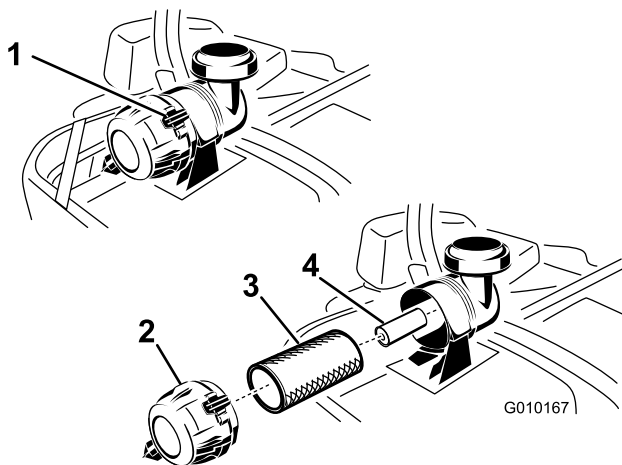

Bild 45
3. Üben Sie Druck aus, um die Riegel am Luftfilter zu lösen, und ziehen Sie die Abdeckung vom Gehäuse ab (Bild 45).
5. Schieben Sie den Hauptfilter vorsichtig aus dem Luftfiltergehäuse heraus (Bild 45). Vermeiden Sie ein Anstoßen des Filters an der Seite des Gehäuses.
1. Reinigen Sie den Papierfilter nicht sondern tauschen Sie ihn aus (Bild 45).
2. Wenn Sie den sekundären Luftfilter austauschen, schieben Sie ihn vorsichtig in das Filtergehäuse ein (Bild 45).
3. Schieben Sie den Hauptfilter vorsichtig auf den sekundären Filter (Bild 45). Stellen Sie sicher, dass dieser einwandfrei einliegt, indem Sie beim Einbauen auf den äußeren Rand des Filters drücken.
4. Setzen Sie die Luftfilterabdeckung auf (Entlüfterdeckel nach unten) und drehen sie so, dass die Riegel in der Abdeckung einrasten (Bild 45).